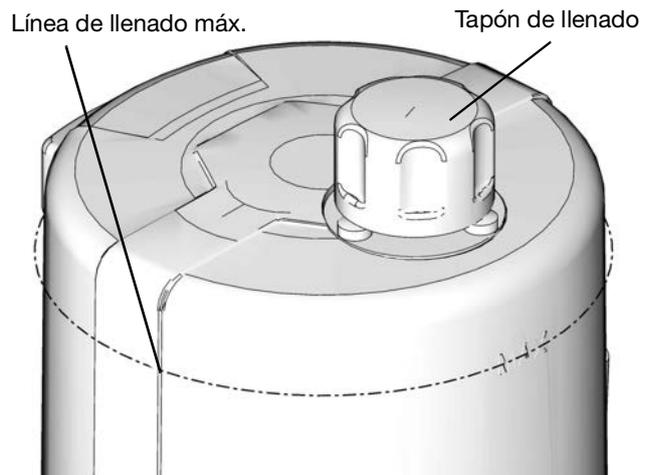

FIG. 19
- No llene en exceso (FIG. 19).
1. Quite el tapón de llenado (FIG. 19).
2. Vierta el aceite en el depósito hasta la línea de llenado máximo (FIG. 19).
3. Vuelva a poner el tapón de llenado y apriételo a mano de forma segura (FIG. 19).